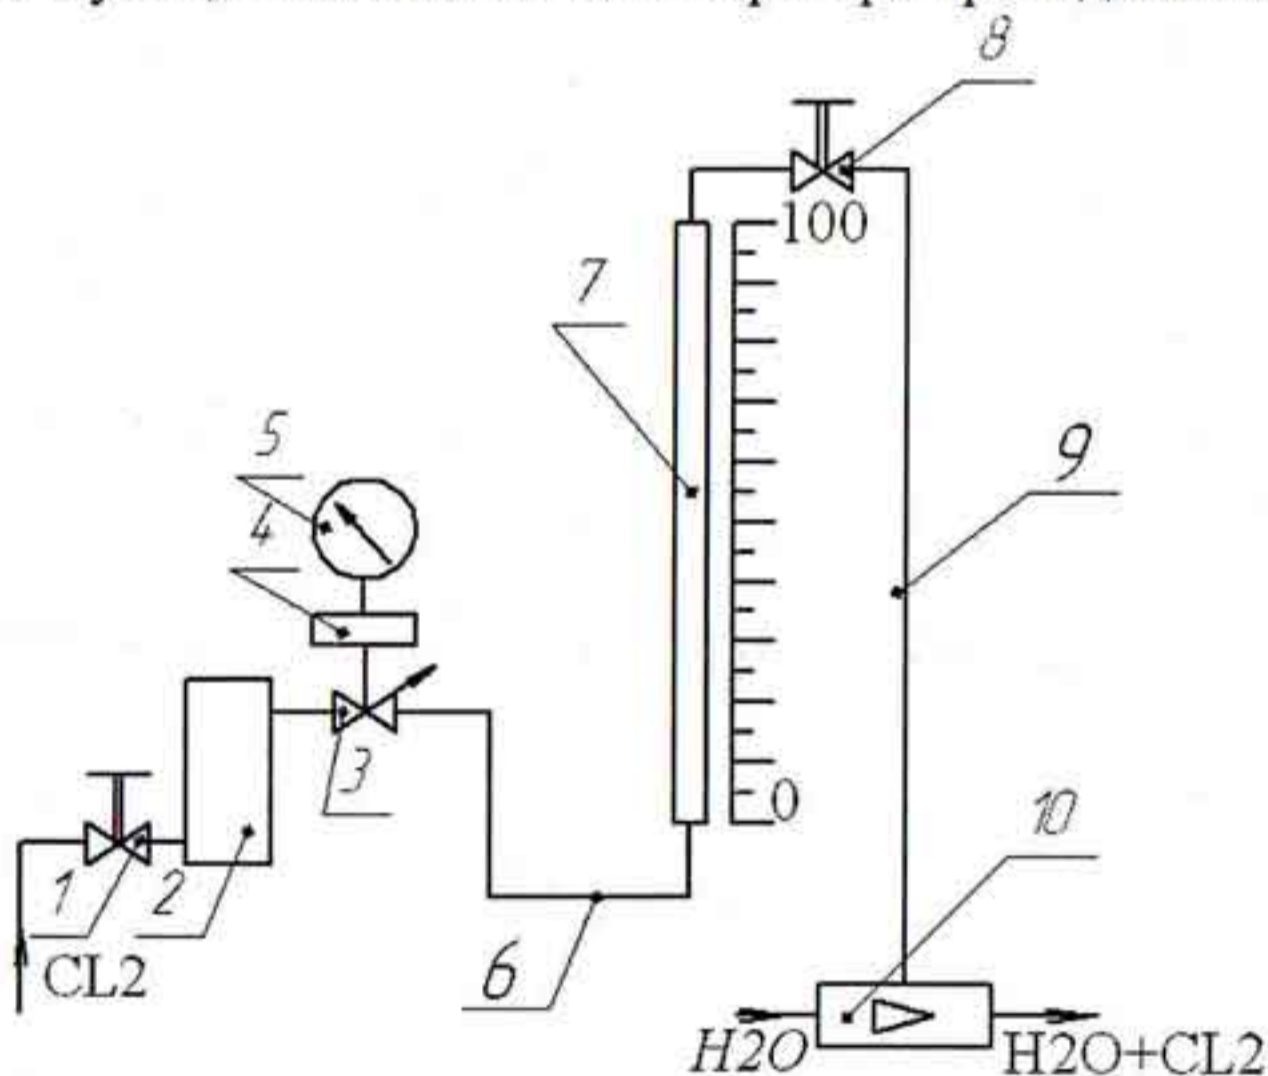

Рис.2
4.1 Функциональная схема хлоратора приведена на рис. 2.